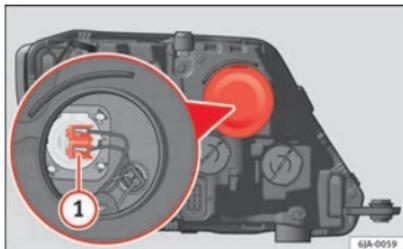

Fig. 154 Cambio de lámpara de la luz de carretera
- Extraiga el conector ⇒ fig. 154 ① tirando hacia afuera.